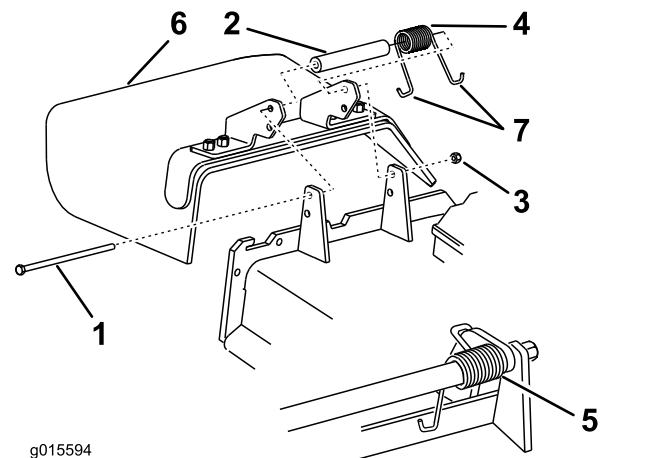

Bild 90
1. Entfernen Sie die Sicherungsmutter, Schraube, Feder und das Distanzstück, mit denen das Ablenkblech an den Schwenkhalterungen befestigt ist (Bild 90).
2. Entfernen Sie defekte oder abgenutzte Ablenkbleche (Bild 90).
Hinweis: Achten Sie darauf, dass ein J-förmiges Federende hinter der Mähwerkkante befestigt ist, bevor Sie die Schraube einsetzen, wie in Bild 90 abgebildet.
6. Führen Sie das J-förmige Hakenende der Feder um das Ablenkblech (Bild 90).